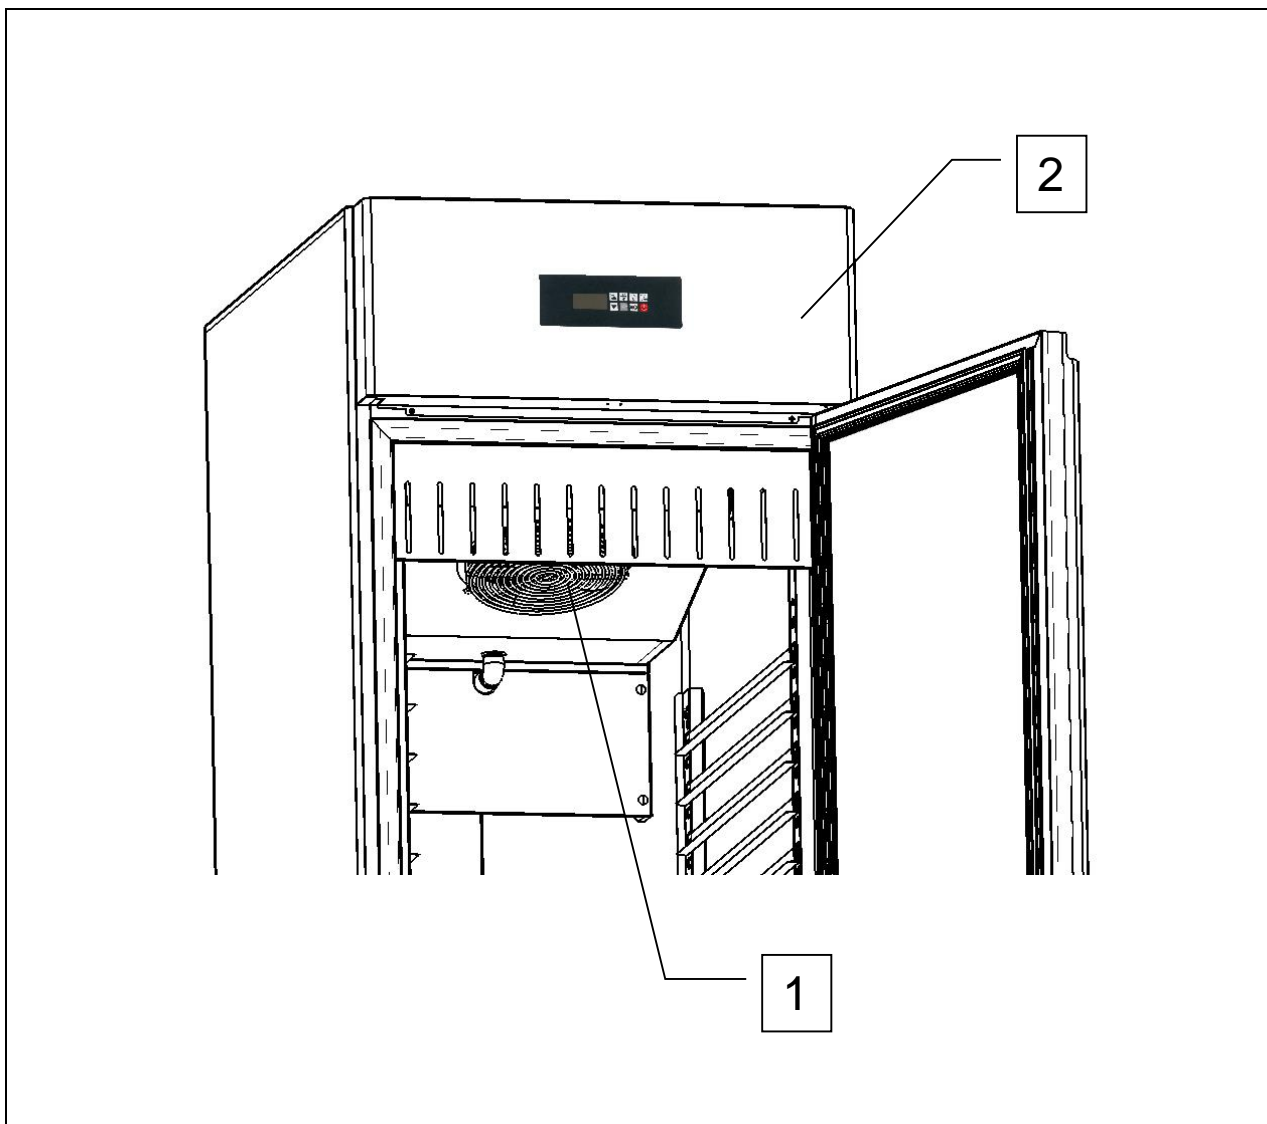

Fig. 5
- griglia interna a copertura dell'unità condensatrice (rif. 1, fig. 5);
- pannello frontale a copertura della ventola di raffreddamento unità tampone (rif. 2, fig. 5).